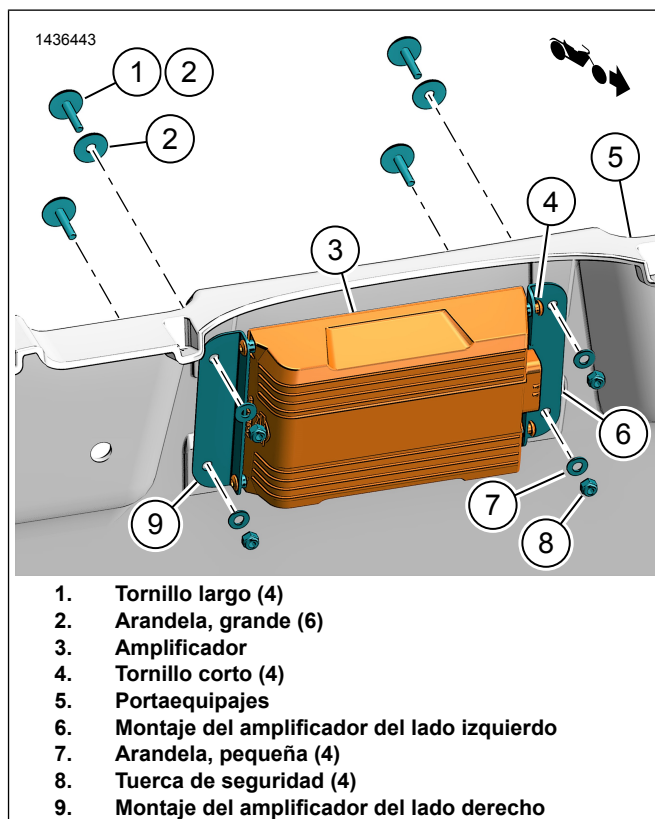

Figura 2. Piezas de soporte del amplificador
1. Consulte la Figura 2. Instale las piezas de soporte de montaje del amplificador.
- a. Instale las piezas de soporte (6, 9) en el amplificador (3).
- b. Instale los tornillos (4). Apretar.
Consulte la Figura 2. Instale el amplificador con las piezas de soporte.